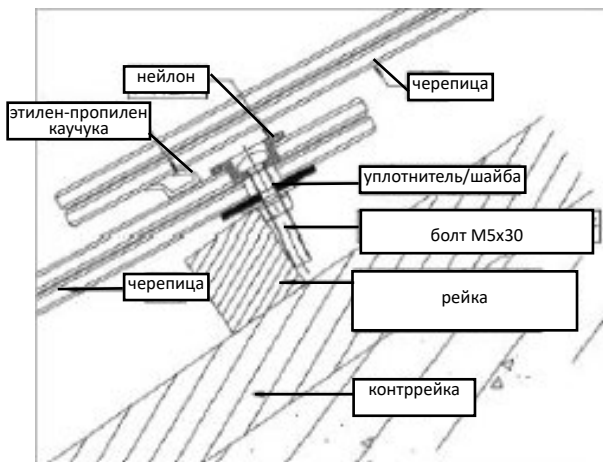

Рисунок 5-1-1
1. Допустимый наклон крыши составляет 15–70° (включительно), используйте метод укладки, как показано на рис. 5-1-1.
2. И, таким способом, покройте всю крышу солнечной черепицей (Рисунок 5-1-1).